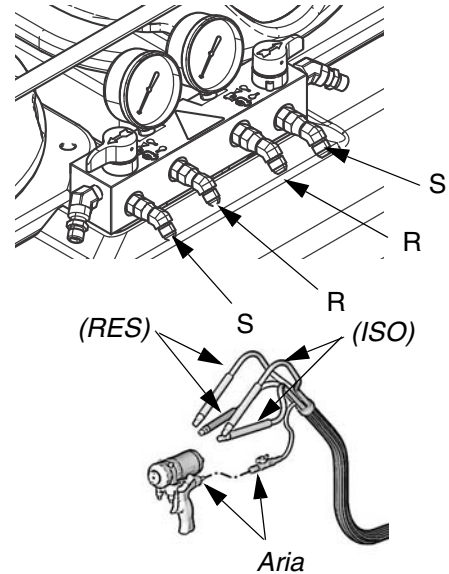

FIG. 5
1. Collegare i flessibili di alimentazione del fluido ai collegamenti del flessibile di uscita (R, FIG. 5). Flessibili rossi per ISO, blu per RES. I raccordi hanno dimensioni adatte a evitare errori di collegamento. Collegare l'altra estremità dei flessibili agli ingressi ISO e RES della pistola.